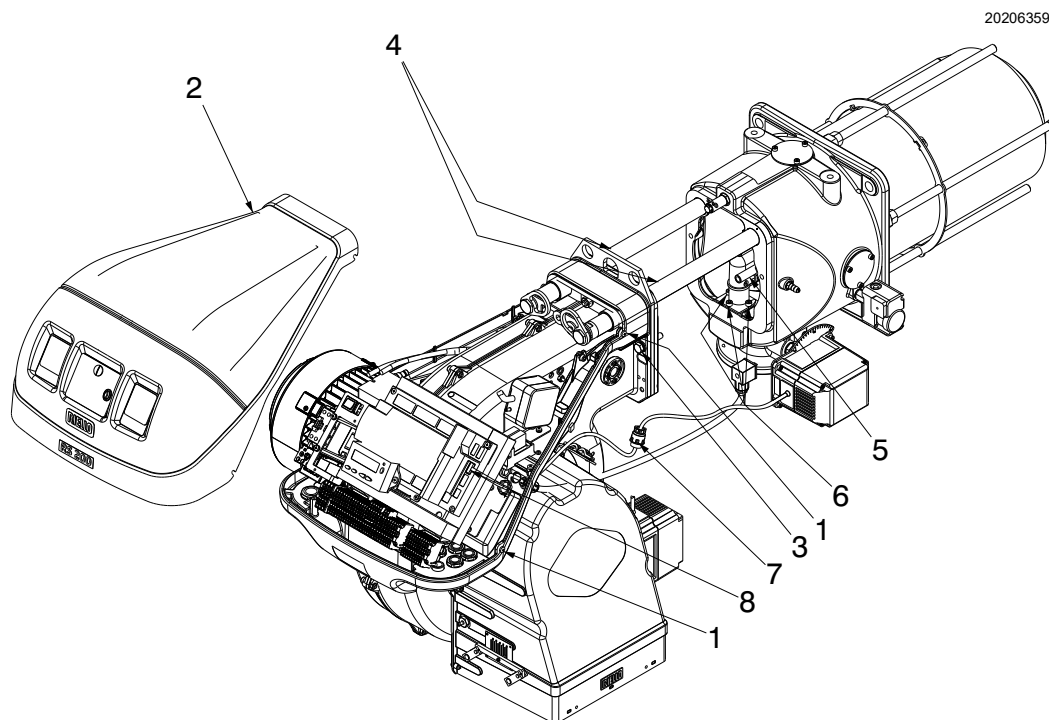

Fig. 42
- Desserrer les 4 vis 1)(Fig. 42) et déposer le capot 2) ;
- remettre les vis 3)(Fig. 42) et tirer délicatement vers l'extérieur les câbles de sonde et d'électrode, jusqu'à les mettre légèrement sous tension ;